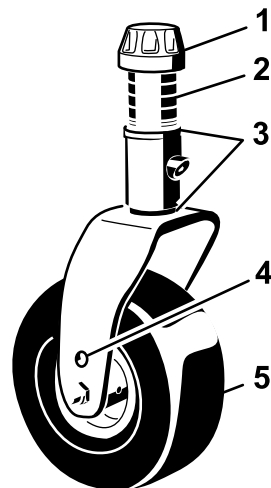
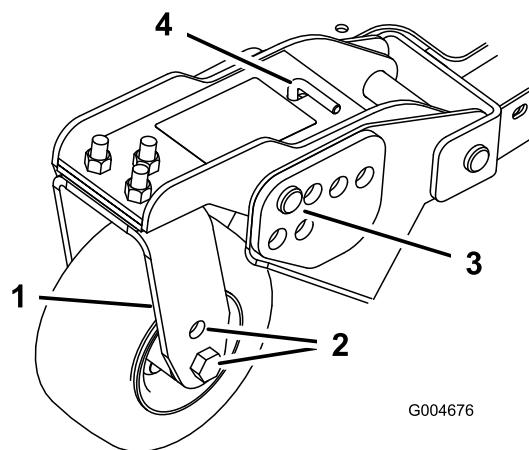
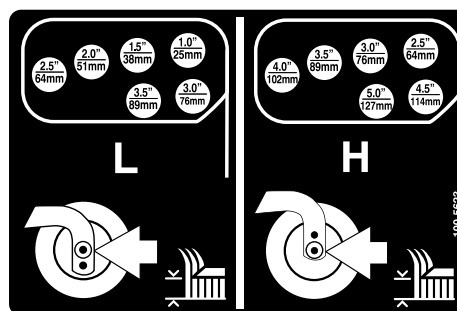

Figura 20
Figura 22
Figura 23
1. Coloque los ejes de las ruedas giratorias en el mismo taladro en todas las horquillas (Figura 20 y Figura 22).
2. Retire el casquillo tensor del eje y deslice el eje fuera del brazo de la rueda giratoria (Figura 20).
5. Retire la chaveta y los pasadores de los brazos de pivote de las ruedas giratorias (Figura 22).
6. Gire la varilla tensora para elevar o bajar el brazo de pivote hasta que los taladros estén alineados con los taladros seleccionados del soporte de ajuste de la altura de corte en el bastidor de la carcasa de corte (Figura 22 y Figura 23).